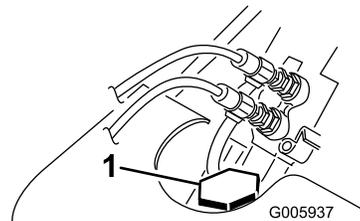

図 38
3. ラジエターのキャップを外し、冷却液の量を点検する 図 38。